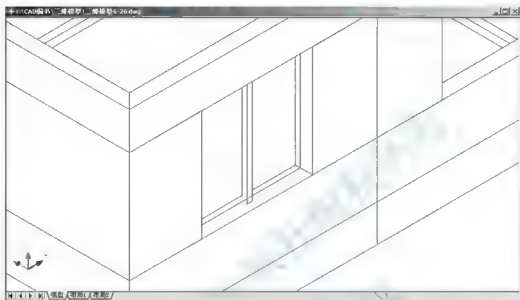

图 6.24 移动窗户模型
- (1) 在命令行输入“M”后按 Enter 键，启动【移动】命令。
- (2) 在选择对象：提示下，选择前面绘制的窗框和玻璃，并按 Enter 键进入下一步。
- (3) 在指定基点或 [位移 (D)] < 位移 >：提示下，在绘图区域单击任意一点作为移动的基点。
- (4) 在指定基点或 [位移 (D)] < 位移 >：指定第二个点或 < 使用第一个点作为位移 >：提示下，输入“@0, 80, 0”，表示将“窗框”和“玻璃”向 Y 轴正方向移动 80mm。
- (5) 按 Enter 键结束命令，结果如图 6.24 所示。